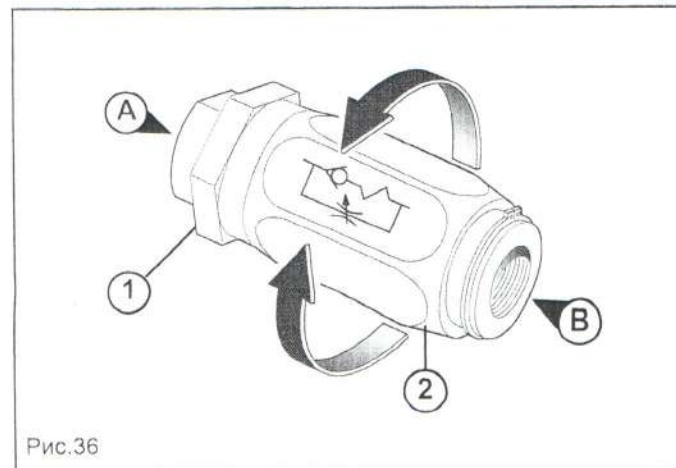

Рис.36
Масляное оборудование оборудовано регуляторами однонаправленных потоков (Рис. 36), позволяющими регулировать количество масла в момент открытия и закрытия в соответствии с установленным при монтаже направлением.
- Ослабьте блокировочную гайку (2, Рис. 36) и поверните ручку регулировки (3, Рис. 36). По окончании регулировки, затяните блокировочную гайку.